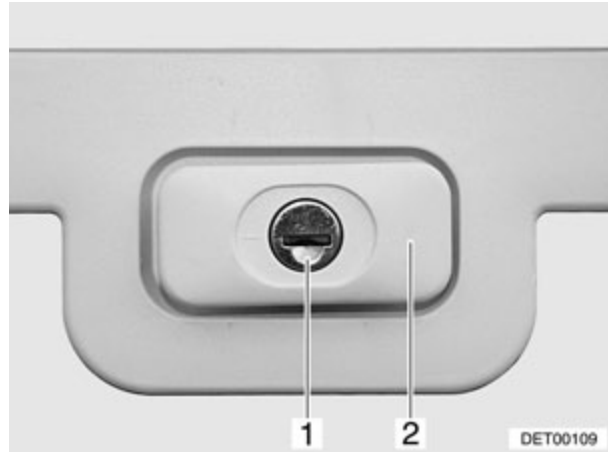

Fig. 28 Serrure du portillon (variante 2)
- Insérer la clé dans le barillet (Fig. 28,1) et la tourner d'un quart de tour. La poignée de la serrure (Fig. 28,2) ressort.
- Tourner la poignée de la serrure (Fig. 28,2), jusqu'à ce qu'elle soit à l'horizontale. La serrure du portillon est alors fermée, mais pas verrouillée.
- Insérer la clé dans le barillet (Fig. 28,1).